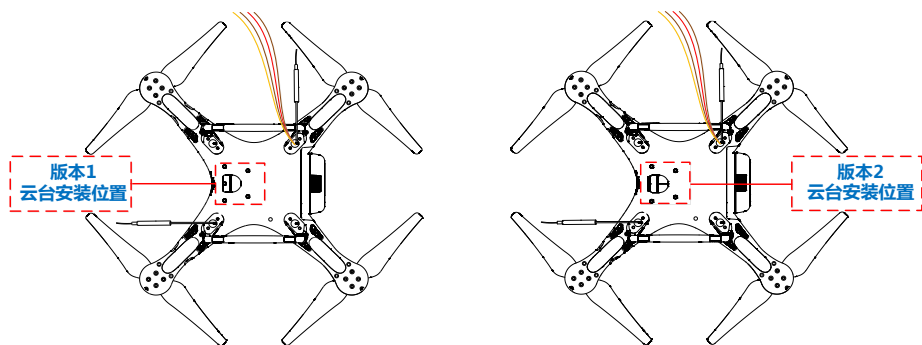

图 1-4
- (1) 视频线可为无线视频传输模块供电，其电压为电池电压 ( 11.1V-12.6V )，可输出电流为 2A。
- (2) 确保连接的无线视频传输模块可在 11.1V-12.6V 电压下工作，并且 iOSD 和无线视频传输模块的工作总电流不超过 2A，过大的电流将会损坏中心板内部零件。若电流超过，请使用其它方法为无线视频传输模块单独供电。
- (3) PHANTOM 2 飞行器使用 2.4GHz 遥控器接收系统，请用户除 2.4G 蓝牙和电台外不要使用任何其它的 2.4G 设备，包括 2.4G Wi-Fi 及图像传输设备等。
- (4) 安装无线视频传输模块等通讯设备时，请注意使设备和连线远离指南针模块以避免干扰。
- (5) 为了兼容 H3-3D 云台的安装，PHANTOM 2 最新出货版本修改了云台安装位置的结构（如图 1-4）。其中版本 2 可直接安装 H3-2D 和 H3-3D 云台。版本 1 可直接安装 H3-2D 云台，安装 H3-3D 云台则需要购置 H3-3D 云台转接适配器。